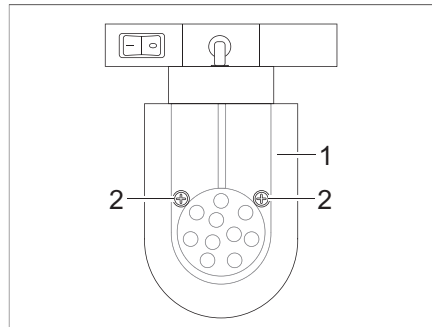

Bild 162 LED-Spotleuchte (verschiebbar)
- Befestigungsschrauben (Bild 162,2) lösen.
- Lampenglas (Bild 162,1) vorsichtig abnehmen.